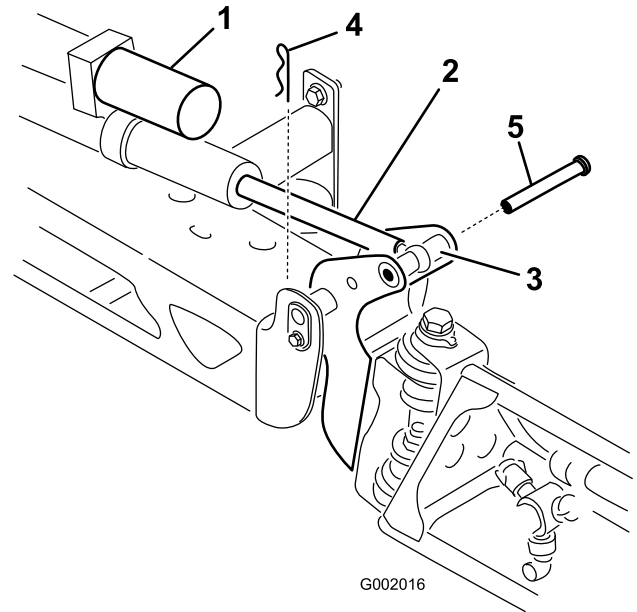

Bild 49
2. Nehmen Sie den Splint vom Gelenkstift ab (Bild 49).
3. Heben Sie den Ausleger an und nehmen Sie den Stift ab (Bild 49). Senken Sie den Ausleger langsam auf den Anschlag ab.
6. Heben Sie den Ausleger an, um das Scharnier mit der Aktuatorstange auszurichten. Halten Sie den Ausleger fest und stecken Sie den Stift durch das Scharnier des Auslegers und die Aktuatorstange (Bild 49).